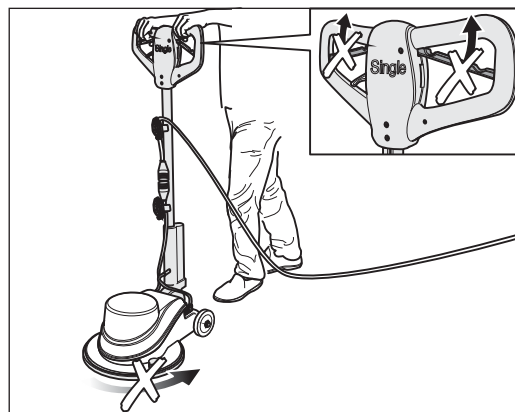

Abb. 13 **ACHTUNG:** Wenn der Stiel **senkrecht** steht, kann die Maschine **nicht** eingeschaltet werden!
- der Stiel **senkrecht** steht (Abb. 13), da die Maschine so nur schwer zu kontrollieren ist.